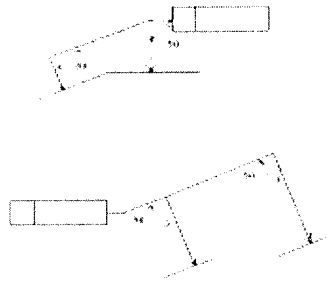

图 1-4
- ◆ 可以为几何公差控制框架创建多个导引线，如图 1-4 所示。